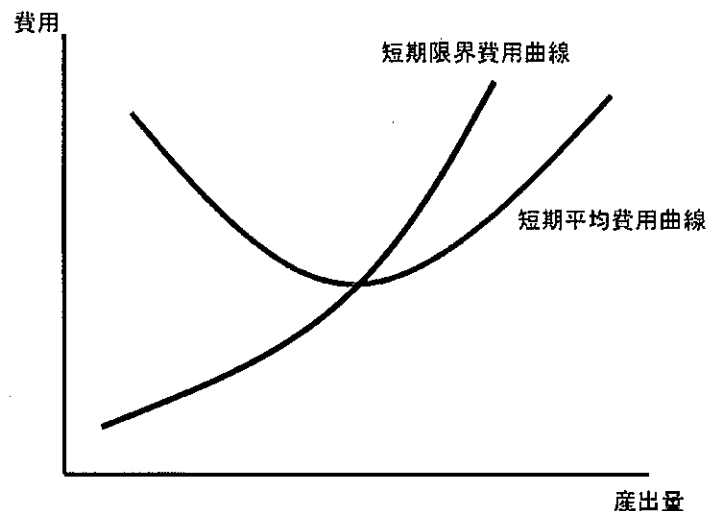

図1 短期平均費用曲線と短期限界費用曲線
- c) 産出物が1つの場合、図1のように短期限界費用曲線は、短期平均費用曲線の最も低い点において短期平均費用曲線と交差する。この理由を5行程度で述べよ。